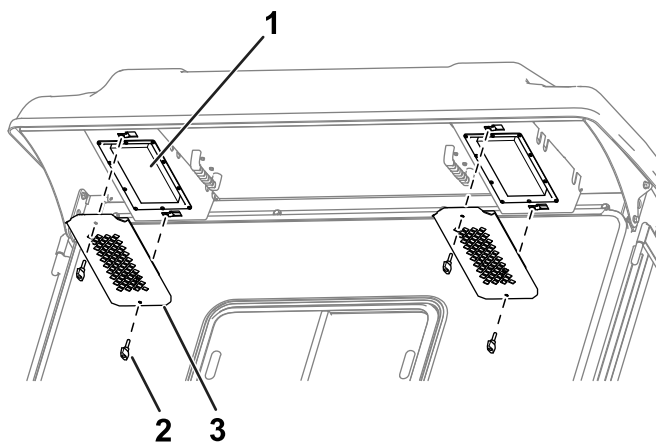

Figure 116
1. Enlevez les boutons et les grilles de l'avancée arrière de la cabine (**Figure 116**).
4. Utilisez les boutons et les grilles pour reposer les filtres dans la cabine (Figure 116).